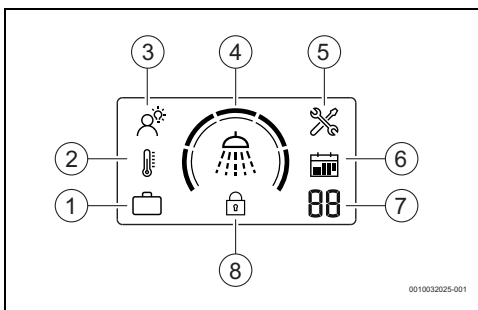

Fig. 5 Ansamblu controler cu afișaj
- Apăsați tasta  până când regimul INTELLIGENT apare pe afișaj (→ Fig. 5 [3]). Regimul de funcționare INTELLIGENT este selectat.
- Apăsați tasta  până când regimul Manual apare pe afișaj (→ Fig. 5 [2]). Regimul de funcționare Manual este selectat.
- Apăsați tasta  până când regimul Vacanță apare pe afișaj (→ Fig. 5 [1]). Regimul de funcționare Vacanță este selectat.
- Apăsați tasta  pentru a seta numărul dorit de zile de vacanță (→ Fig. 5 [7]). Numărul selectat luminează intermitent de 3 ori pentru a confirma selecția.
Această funcție blochează panoul de comandă (→ Fig. 5 [8]).